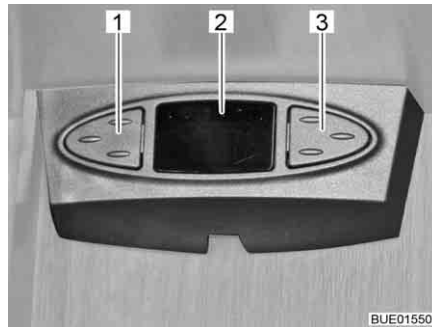

Bild 34 Sat-Maus
- Sat-Maus** Je nach Modell ist die Satellitenanlage mit einer Sat-Maus ausgestattet. Die Anzeige (Bild 34,2) der Sat-Maus zeigt den eingestellten Kanal an. Mit den beiden Tasten können die Grundfunktionen der Satellitenanlage bedient werden (Senderwechsel, Ein-/Ausschalten).
- Vorherigen Sender aus der Senderliste wählen: Linke Taste (Bild 34,1) drücken.
- Nächsten Sender aus der Senderliste wählen: Rechte Taste (Bild 34,3) drücken.
- Zwischen Radio und TV umschalten: Tasten (Bild 34,1 und Bild 34,3) gleichzeitig kurz drücken.
- Receiver ein-/ausschalten: Tasten (Bild 34,1 und Bild 34,3) gleichzeitig drücken und gedrückt halten.